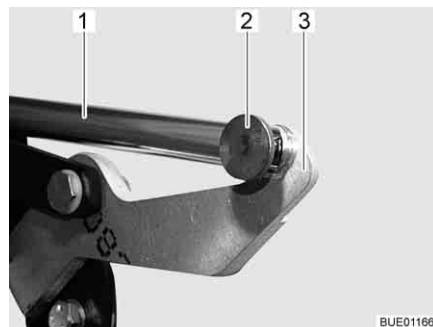

Fig. 107 Accionamiento
- Desmontar la unión (p. ej. la clavija hendida y el perno) (Fig. 107,2) entre la biela (Fig. 107,1) y la palanca (Fig. 107,3).